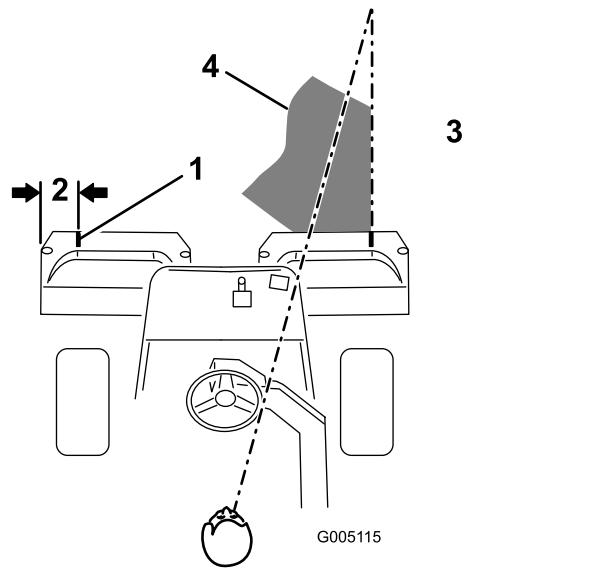
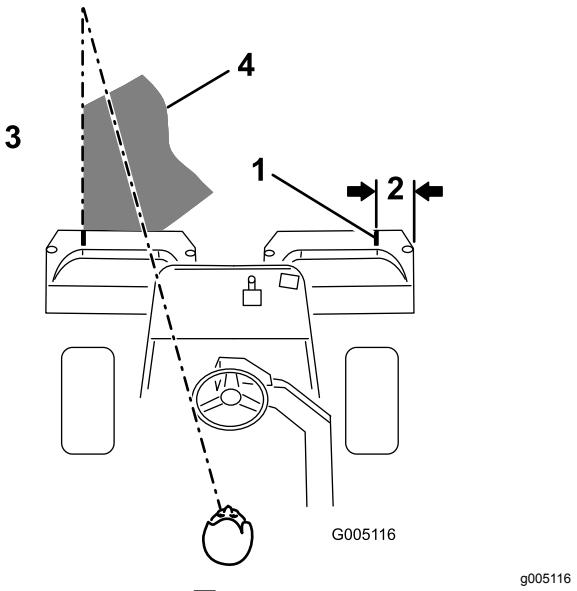

図 30
図 31
- その位置に白色テープか白ペンキで集草箱の縁と平行に目印を入れる図 30。
3. 行きと帰りでのオーバーラップができるだけ小さくなるように運転します。グリーン内をぶれずにきれいで直進し、刈り込みの済んだ列との距離を一定に保って走るために、車体前方 1.8 から 3 m のところに視線を置いて、刈り込み済みの済んでいる列にラインを合わせるようにするのがコツです図 30 および図 31。ハンドルを目印にして距離を合わせても良いでしょう。その場合、ハンドルの縁と本機前方の目標ラインとを重ねて見ながら運転します(図 30 と図 31)。